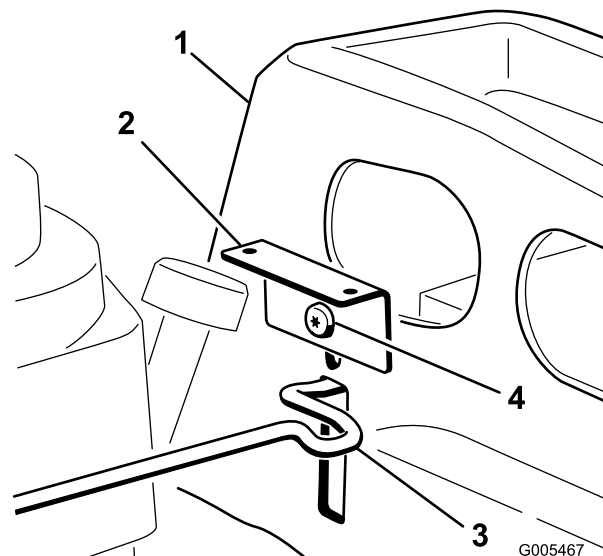

Figura 5
4. Montate l'altra staffa nell'alloggiamento sinistro, nel foro superiore, esattamente come prima. Fissate tutte le parti con una vite di spallamento (Figura 5).